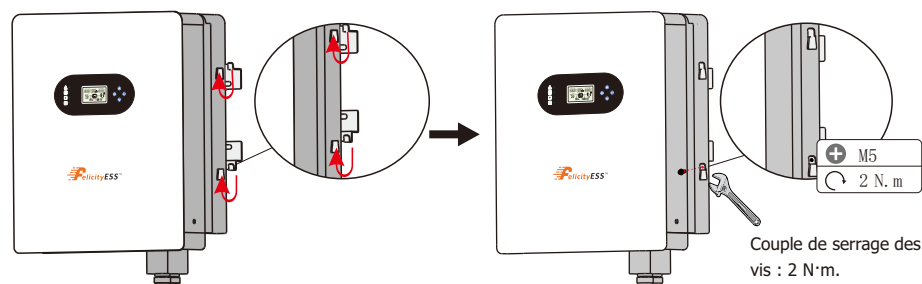

Figure 3.4-2 Installation d'un onduleur
Étape 2. Soulevez l'onduleur pour le suspendre au support d'installation. Un dispositif de verrouillage peut être utilisé pour prévenir le vol. Voir Figure 3.4-2.